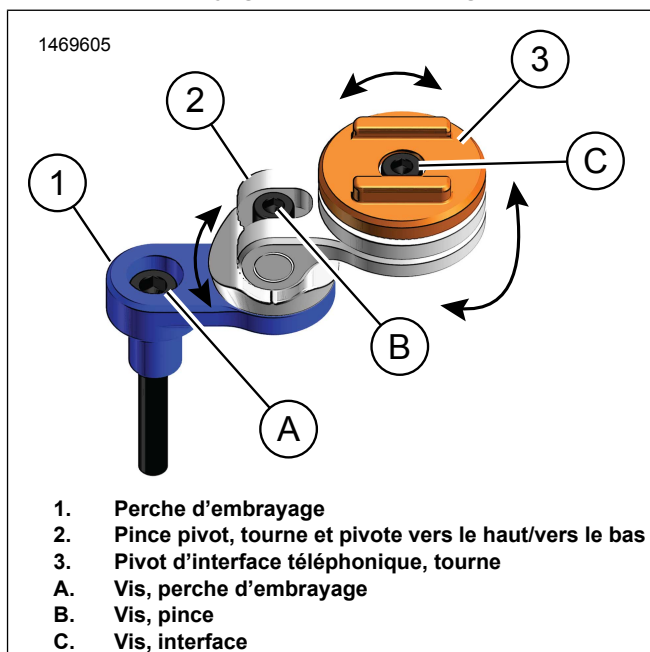

Figure 4. Points de pivot
4. Figure 4 Desserrer la vis (B) pour ajuster l'orientation sur le pivot de la pince. Serrer.
5. Figure 4 Desserrer la vis (C) sur l'interface du téléphone (3) pour ajuster l'horloge du téléphone. Serrer.